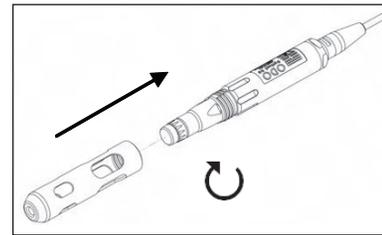

Figura 4
3. Vuelva a colocar el protector de la sonda deslizando con cuidado por el sensor para, a continuación, enroscarlo en el conjunto de cable/sonda con una rotación que vaya en el sentido de las agujas del reloj (Figura 4).